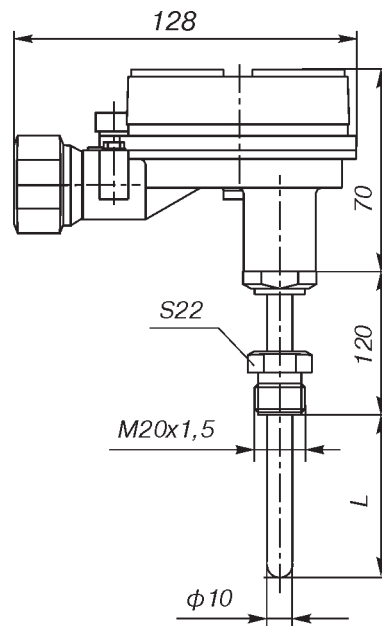

Рис.7**.
- алюминиевый сплав АК12 (рис.7).